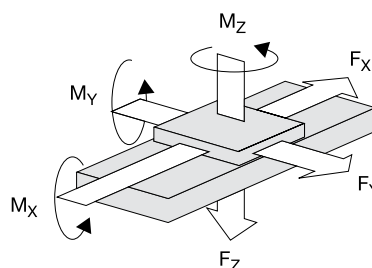

Abbildung 3: Anordnung der Kräfte und Momente
- Alle angreifenden bzw. entstehenden Kräfte/Momente (dynamisch/statisch), (siehe Abbildung 3)